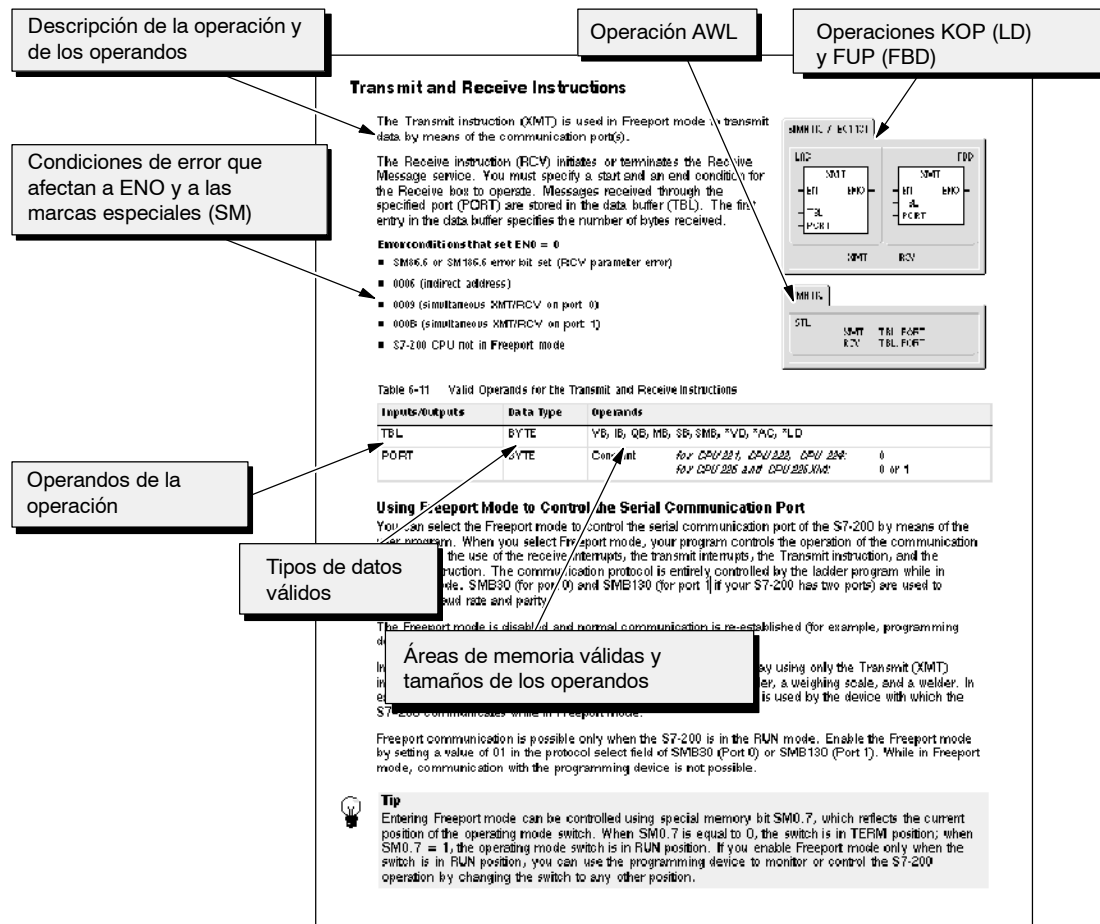

Figura 6-1 Ejemplo de la descripción de una operación
La figura 6-1 muestra una descripción típica de una operación y señala las diferentes áreas utilizadas para describir la operación y su funcionamiento. La ilustración de la operación muestra el formato en KOP (LD), FUP (FBD) y AWL. Tenga en cuenta que la terminología IEC difiere considerablemente de la terminología SIMATIC (tanto en cuanto a los nombres de las operaciones como al de los lenguajes de programación). Por ejemplo, en SIMATIC existe la operación Incrementar contador (CTU), en tanto que en IEC se hace referencia al bloque funcional Contador ascendente (CTU). Además, en SIMATIC se habla del lenguaje KOP (Esquema de contactos) que equivale en IEC al lenguaje LD (Diagrama de escalera). Igualmente, el lenguaje FUP (Diagrama de funciones) de SIMATIC se denomina FBD (Diagrama de bloques funcionales) en IEC. En la tabla de operandos figuran los operandos de la operación, así como los tipos de datos válidos, las áreas de memoria y los tamaños de cada uno de los operandos.